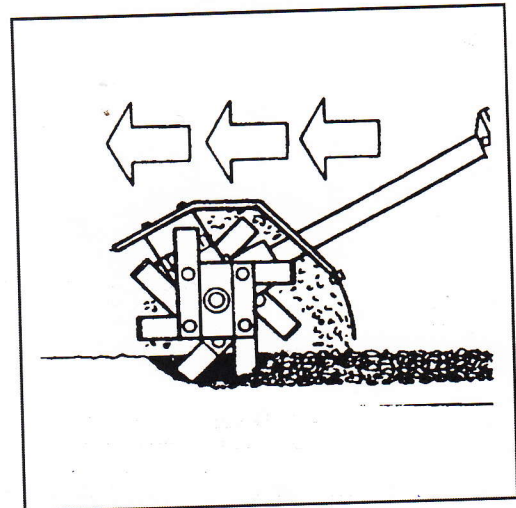
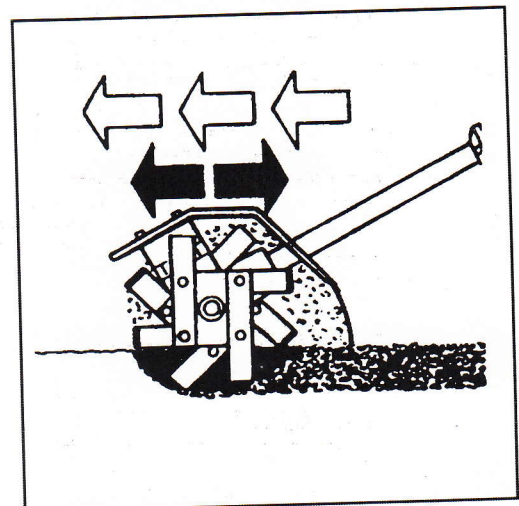

Fig. 5
Fig. 6
- Per zappare a poca profondità, muovere il coltivatore sul terreno velocemente (Fig. 5). Al contrario per zappare a fondo, procedere lentamente e soffermarsi più a lungo sullo stesso punto spostando il coltivatore avanti e indietro (Fig. 6).
- For a light tilling, move the cultivator quickly over the ground (Fig. 5). On the other hand, if you want to till deeply, walk very slowly and stay longer over the same point, moving the machine forward and backwards (Fig. 6).
- Pour un binage léger déplacer la bineuse rapidement sur le sol (Fig. 5). A l'inverse, si vous désirez faire un binage profond déplacer lentement la bineuse d'avant en arrière sur l'entroit à biner (Fig. 6).
- Um weniger tief zu fräsen, das Gerät schneller über den Boden führen (Abb. 5). Soll hingegen tiefer gefräst werden, gehen Sie langsamer und arbeiten mehrfach auf der gleichen Stellen, indem Sie die Fräse vor- und rückwärts führen (Abb. 6).